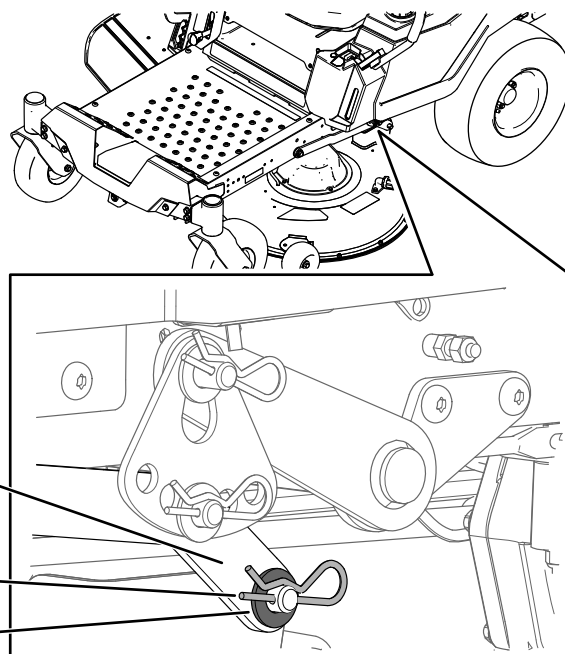

Bild 77
7. Entfernen Sie auf einer Seite der Maschine die Unterlegscheibe und den Splint vom Mähwerksstift (Bild 77).
8. Entfernen Sie den Hubarm vom Mähwerksstift (Bild 77).
5. Heben Sie auf einer Seite der Maschine die Rückseite des Mähwerks an und montieren Sie den Hubarm am Mähwerksstift (Bild 77).
6. Montieren Sie den Hubarm mit der Unterlegscheibe und dem Splint (Bild 77).